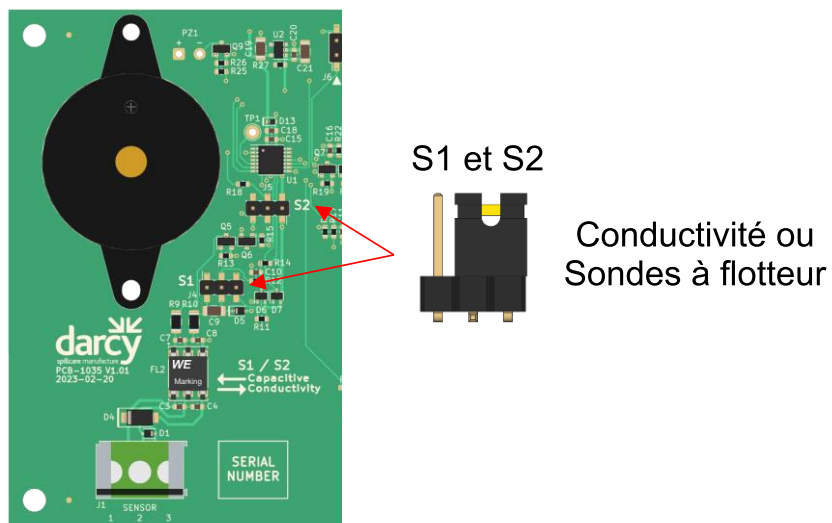

Figure 4 - Paramètres du lien de cavalier
6. Assurez-vous que les cavaliers sont définis conformément à la Figure 4.